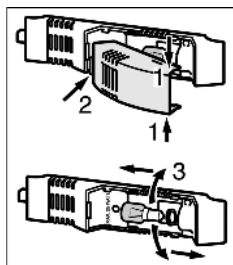

Fig. 31
- ▶ Saisir la protection d'ampoule en haut et en bas Fig. 31 (1).
- ▶ Déclipser à l'arrière et détacher la protection d'ampoule Fig. 31 (2).
- ▶ Remplacer l'ampoule. Fig. 31 (3)